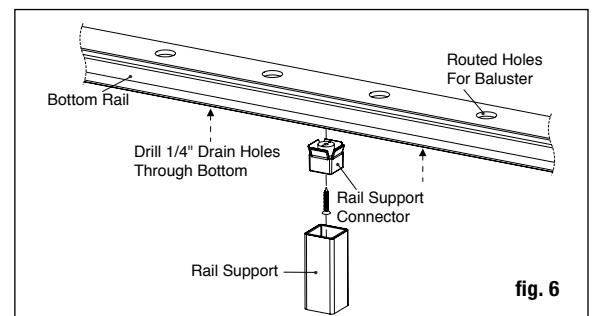

fig. 6
**Step 7** Find the center of the underside of the bottom rail and attach the baluster connector included with the rail support using the screw provided. Check building code requirements for the maximum spacing between deck surface and bottom of rail (sweep); we recommend 3" but it can be less if desired. If necessary, trim the rail support to the determined height (fig. 6). **Drill two 1/4" drain holes through the bottom of the rail to prevent trapping water. Center drain holes between two baluster locations as baluster can block the pathway and stop water from properly draining.**
**Étape 7** Trouvez le centre de la base de la traverse du bas et fixez le raccord de balustre inclus avec le support de traverse, en utilisant la vis fournie. Vérifiez les exigences du code de la construction quant à l'espacement maximum entre la surface de la terrasse et le bas de la traverse (balayage); nous recommandons 7,6 cm (3 po), mais peut être moindre si désiré. Si nécessaire, coupez le support de traverse à la hauteur désirée (fig. 6). **Percer deux trous de drainage de 6,35 mm (1/4 po) à travers le fond de la traverse pour éviter que l'eau ne soit coincée. Centrer les trous de drainage entre les deux emplacements de balustres car le balustre peut bloquer le passage et empêcher l'eau de se drainer correctement.**